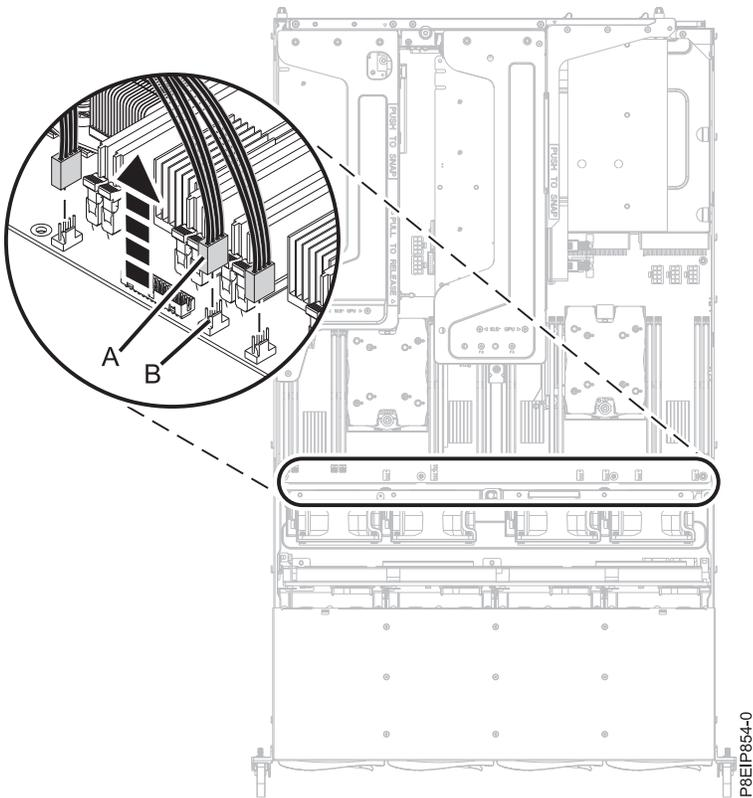

Abbildung 60. Lüfterkabel abziehen
4. Ziehen Sie die vier Netzkabel des Lüfters von der Systemrückwandplatine ab (siehe Abb. 60 auf Seite 52). Entriegeln Sie die Anschlussklemme **(B)** und ziehen Sie den Anschluss **(A)** an der Systemrückwandplatine vorsichtig nach oben. Ziehen Sie nicht an den Drähten.